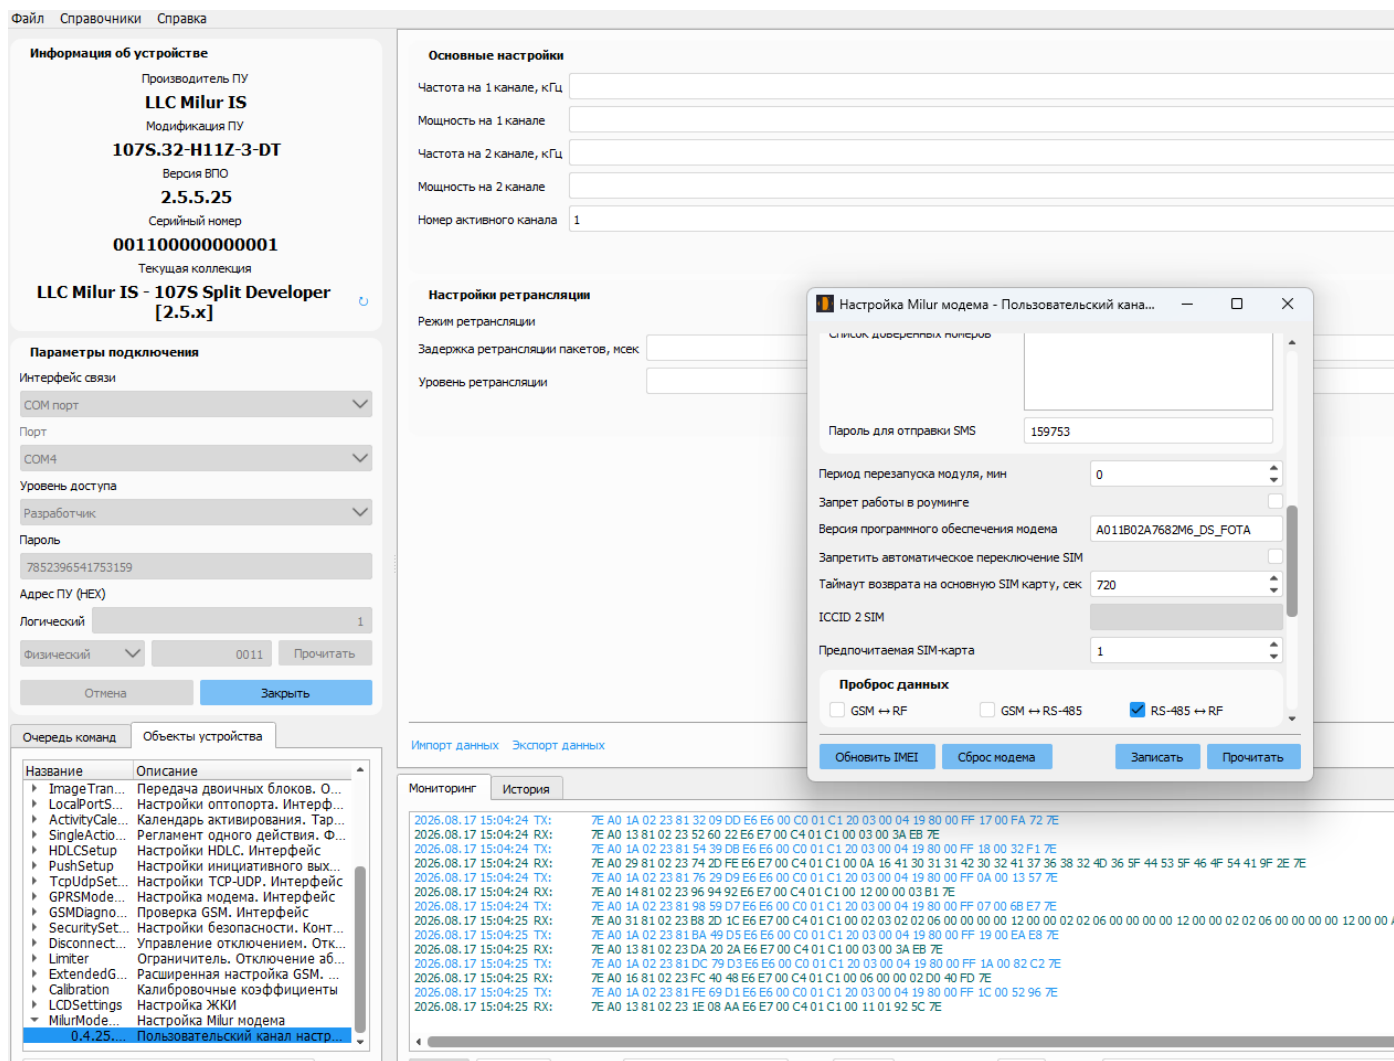

Рисунок 16
- в поле «Объекты устройства» выбрать объект «MilurModem» (рисунок 16);